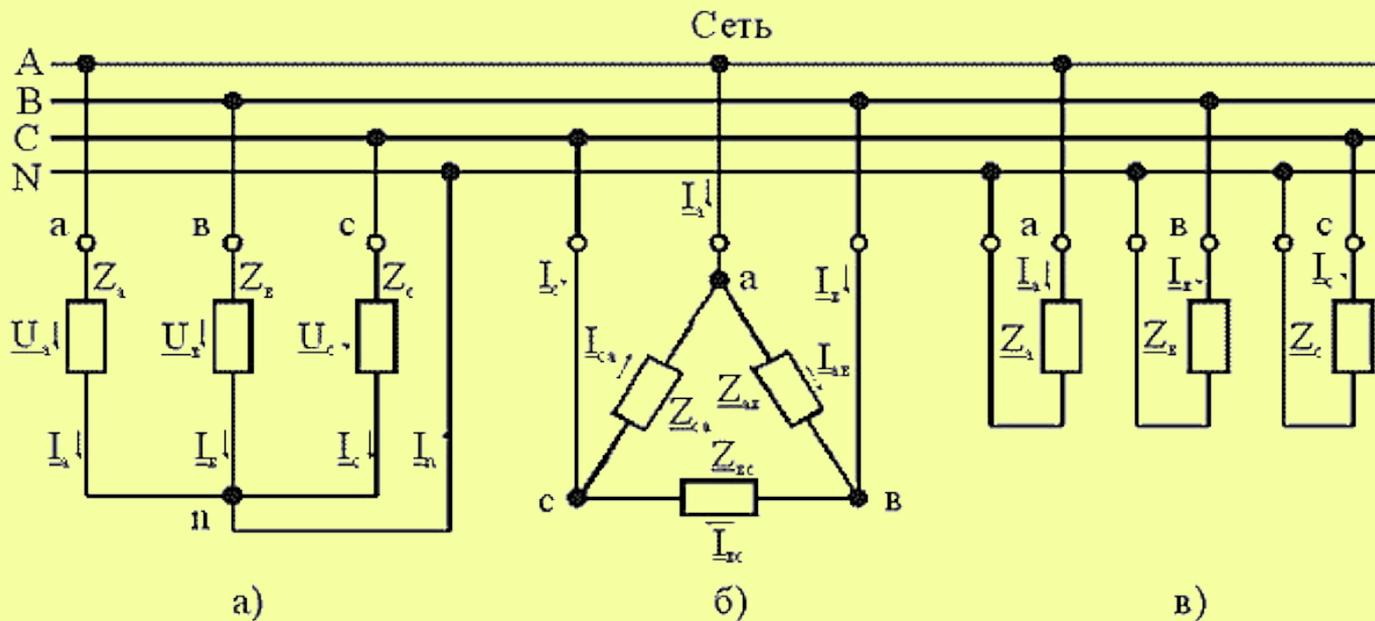

Рис. 4.3 – Схемы включения потребителей в трехфазную сеть:
Трёхфазные приемники электрической энергии могут быть включены в трехфазную сеть звёздой и треугольником, рис. 4.3, а, б.
Однофазные приемники могут быть включены на фазное напряжение или на линейное напряжение, рис. 4.3, в
- Рассмотрим расчёт токов потребителей  $\underline{I}_a, \underline{I}_b, \underline{I}_c, \underline{I}_n$  для схемы (рис. 4.3, а). Заданными являются модуль линейного напряжения сети  $U$  (действующее значение) и комплексные сопротивления фазных нагрузок  $\underline{Z}_a, \underline{Z}_b, \underline{Z}_c$ .